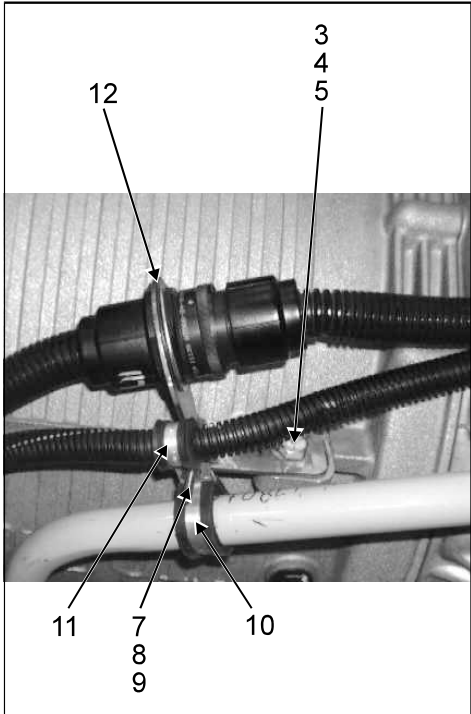
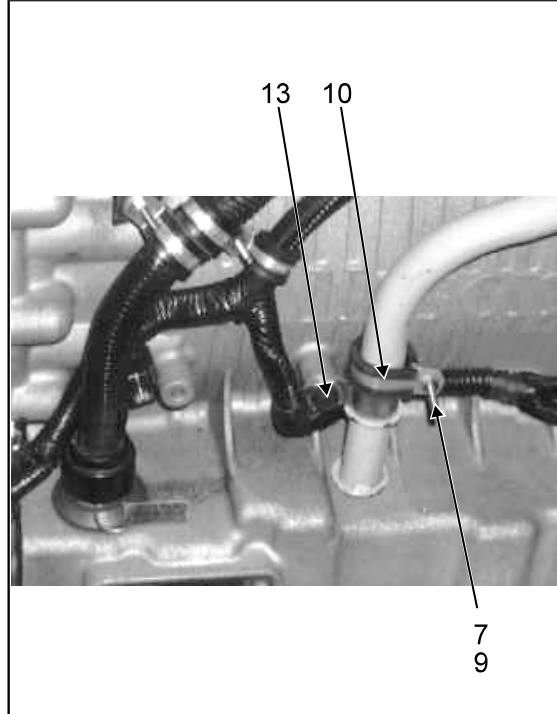

FIGURE 5
FIGURE 6
8. Installer le support (12) sur l'autre patte d'attache du boîtier de la transmission en utilisant le boulon (3), la rondelle (4) et l'écrou (5). Voir la **Figure 5**. Insérer le connecteur du câblage principal de la transmission dans le support (12) puis le bloquer en utilisant la rondelle et l'écrou existants. Visser les connecteurs du câblage principal.
9. Attacher le câblage des capteurs de la transmission au tuyau pour remplissage d'huile de la transmission en utilisant les pinces de retenue (11 et 10), la vis (7), la rondelle-frein (8) et l'écrou (9).
10. Attacher le câblage des capteurs de la transmission au boîtier de la transmission en utilisant la pince de retenue (13) (**Figure 6**). La pince de retenue (13) est fixée avec celle utilisée pour retenir le tuyau pour remplissage d'huile.
11. Installer la pince de retenue (10) sur le tuyau pour remplissage d'huile, en utilisant la vis (7) et l'écrou (9). La vis de la pince de retenue sera utilisée plus loin dans ce bulletin pour retenir le rideau protecteur pour les câblages des capteurs.